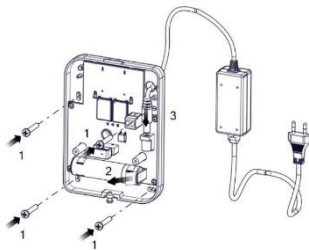

Figura 2
2. Faça furos para os parafusos de instalação e para a entrada dos fios de alimentação e depois instale o repetidor na parede (veja a Figura 2).
3. Remova o divisor de bateria e conecte uma fonte de alimentação de 10 a 16 volts CA ou CC aos terminais CA/CC (veja a Figura 2).